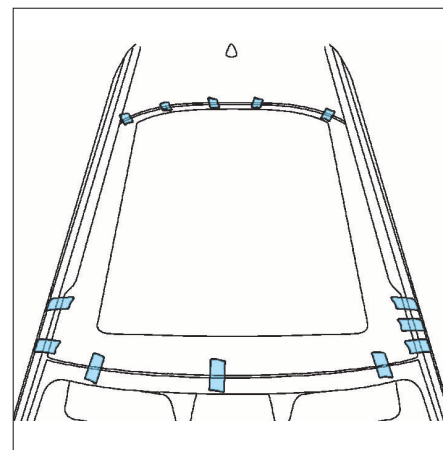

FIG. 131
- poser des adhésifs en partie avant, arrière et latérale, qui serviront de témoins pour le positionnement définitif de la vitre de toit CIELO (Fig.131)